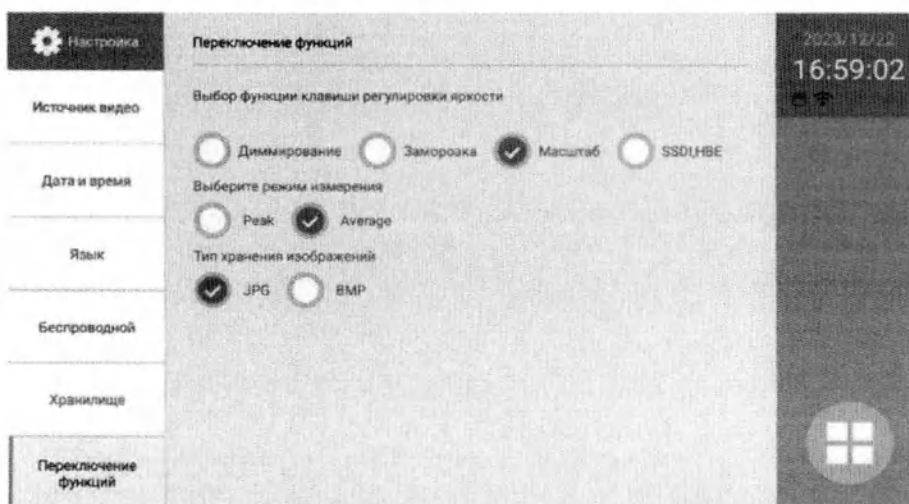

Рис. 3.14 Проверка функции масштабирования в главном меню.
3.2.7.1 В главном меню нажмите кнопку «Переключение функций». Войдите в интерфейс настройки переключения функций и выберите «Масштаб» ниже (как показано на рис. 3.14). Затем вернитесь к интерфейсу предварительного просмотра.